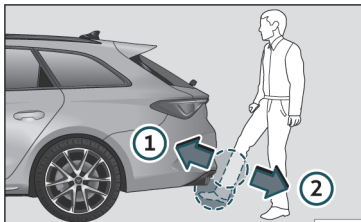

Abb. 84 Heckklappe mit sensorgesteuerter Öffnung (Easy Open).
- Mit einer schnellen Bewegung nähern Sie einen Fuß und unteren Beinteil so weit wie möglich dem Stoßfänger. Der untere Beinteil muss sich dem oberen Sensorbereich, und der Fuß dem unteren Sensorbereich >>> **Abb. 84 ①** nähern.
- Entfernen Sie den Fuß und den unteren Beinteil mit einer schnellen Bewegung aus dem Sensorbereich >>> **Abb. 84 ②**. Die Heckklappe öffnet sich selbsttätig.